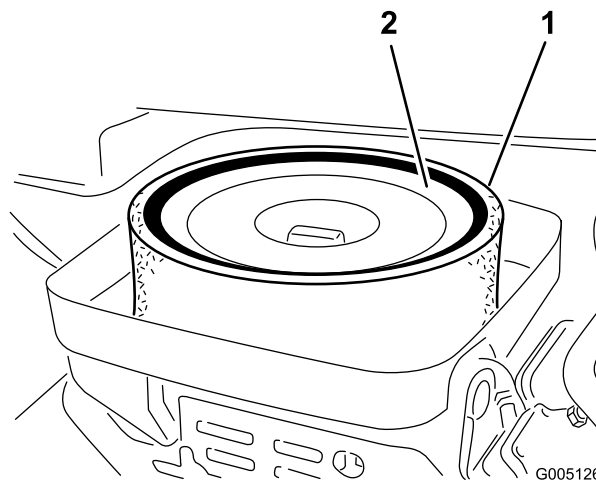

Bild 43
3. Nehmen Sie einen verschmutzten Schaumeinsatz vorsichtig vom Papiereinsatz ab (Bild 43). Reinigen Sie ihn gründlich wie folgt: